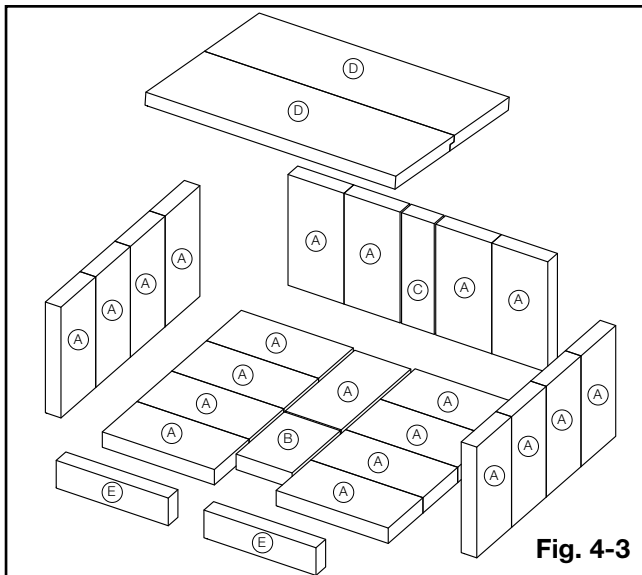

Fig. 4-3
Avec l'installation de l'appareil et la cheminée complété, déplacez les briques en place comme illustré ci-dessous (Fig. 4-3).
Placez brique (C) dans le centre, avec deux briques (A) sur chaque côté comme illustré (Fig. 4-3).